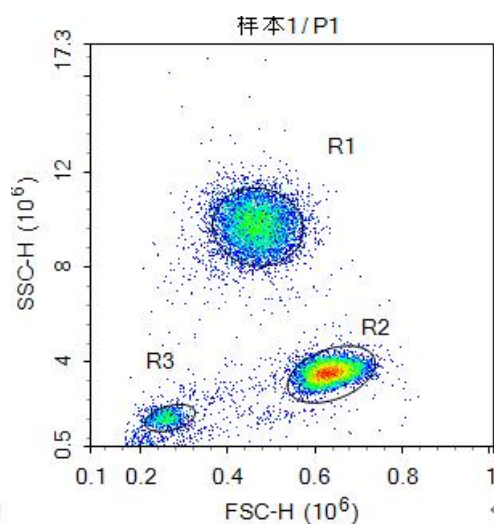

图2
- (2)建立 X 轴为 FSC-H、Y 轴为 SSC-H 的线性密度图模板，设定混合微球位置 R1，R2 和 R3，如下图 2；